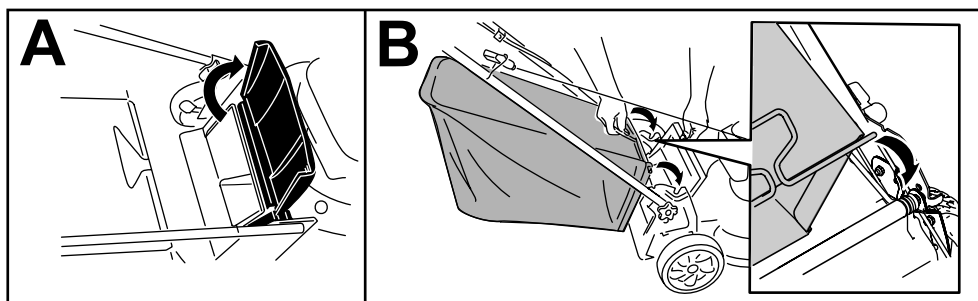

Figura 15
1. Faça subir e mantenha elevado o defletor traseiro (A de Figura 15).
2. Coloque o saco da relva. Garanta que os pinos no saco encaixam nos entalhes na pega (B de Figura 15).